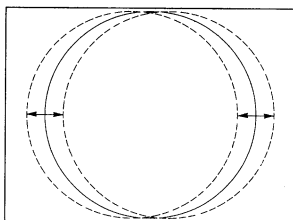

Bild 6
- Stellen Sie die horizontale Amplitude so ein, daß Sie eine Auslenkung (overscan) + 9% erhalten (Bild 6).